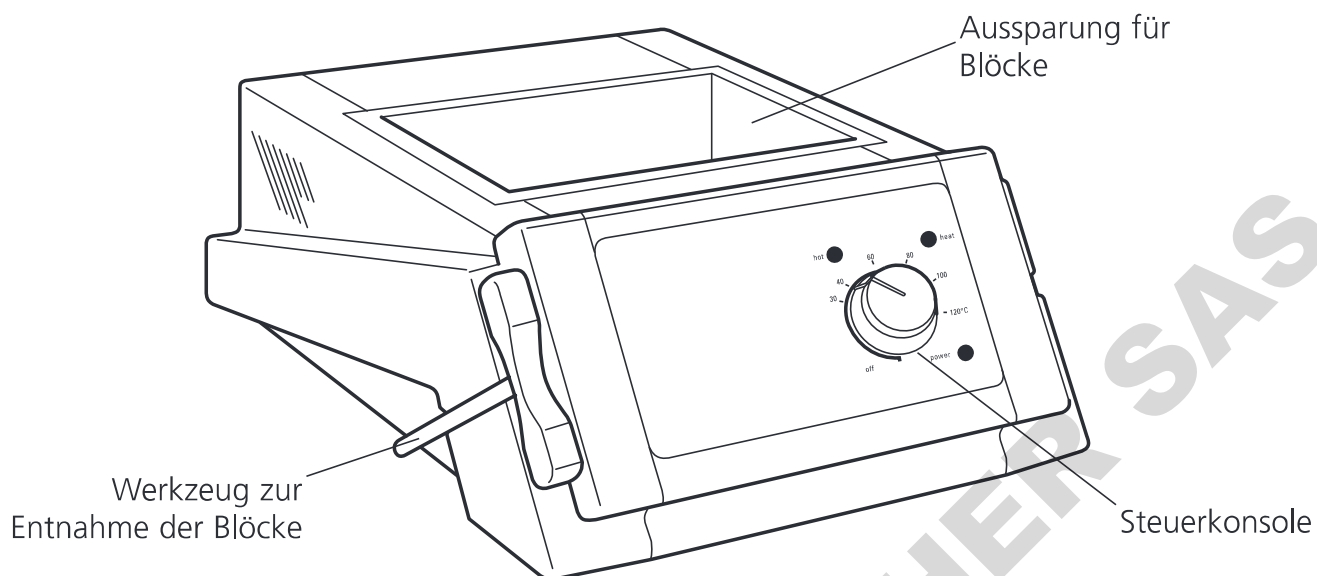

Abbildung 1: Vorderansicht
Die Blöcke passen in die Aussparung oben auf dem Instrument (siehe Abbildung 1) und werden von unten beheizt. Alle Blöcke sind vollständig austauschbar und kompatibel und Blöcke für unterschiedliche Behältergrößen können in einem Blockheizgerät zur selben Zeit verwendet werden.
3. Platzieren Sie die entsprechende Anzahl von Aluminiumblöcken vorsichtig in der Aussparung oben auf dem Instrument - siehe Abbildung 1.
5. Bringen Sie bei Bedarf die Sicherheitsabdeckung an. Diese kann einfach auf dem Oberteil des Blockheizgeräts abgelegt oder mithilfe der beiliegenden Schrauben angeschraubt werden. Befestigen Sie die Schrauben in den Löchern hinten oben auf dem Blockheizgerät (siehe Abbildung 1).
Das Spezialwerkzeug wird in bequem zu erreichenden Kerben auf beiden Seiten des Gerätegehäuses verstaut - siehe Abbildung 1.